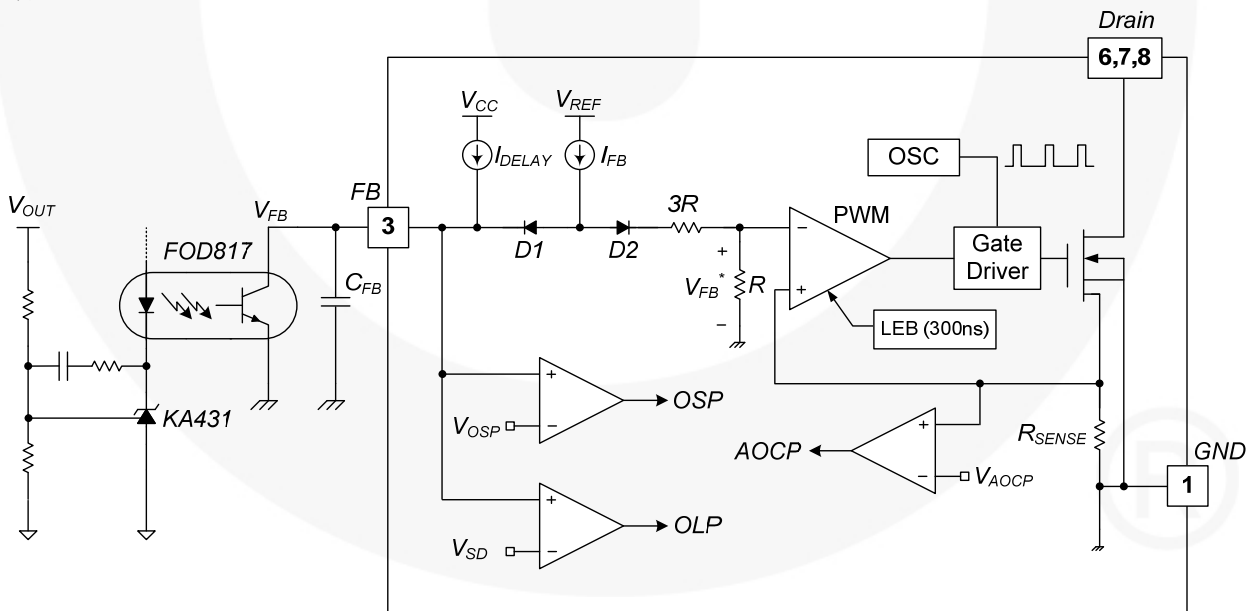

图 19. 脉宽调制 (PWM) 电路
**3. 反馈控制:** 该器件采用电流模式控制, 如图 19 所示。通常使用光电耦合器 (如 FOD817) 和电压调节器 (如 KA431) 来实现反馈网络。通过比较反馈电压与  $R_{SENSE}$  电阻两端的电压, 可实现开关占空比的控制。当电压调节器的参考引脚电压超过内部参考电压 2.5V 时, 光电耦合器 LED 电流增大, 拉低反馈电压, 并减小漏电流。这种情况通常在输入电压提高或输出负载降低时发生。
**3.1 逐脉冲限流:** 由于采用电流模式控制, 通过 SenseFET 的峰值电流受限于 PWM 比较器的反相输入 ( $V_{FB}^*$ ), 如图 19 所示。假定  $90\mu A$  的电流源仅流经内部电阻器 ( $3R + R = 27 k\Omega$ ), 二极管 D2 的阴极电压大约为 2.5V。由于当反馈电压 ( $V_{FB}$ ) 超过 2.5V 时, D1 受阻, D2 最大阴极电压被箝位于此电压。因此, 通过 SenseFET 的电流峰值将受到限制。